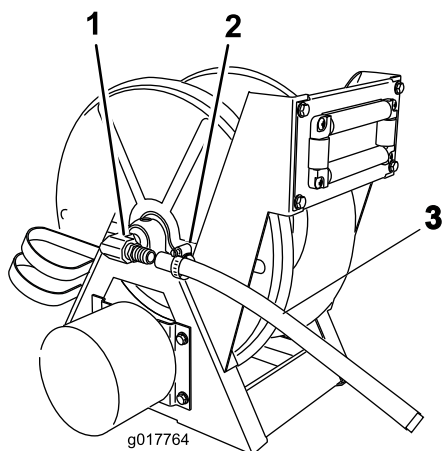

Figura 11
3. Collegate l'estremità del flessibile al raccordo ad angolo retto sul lato del gruppo avvolgitubo su cui è presente il serbatoio (Figura 11).